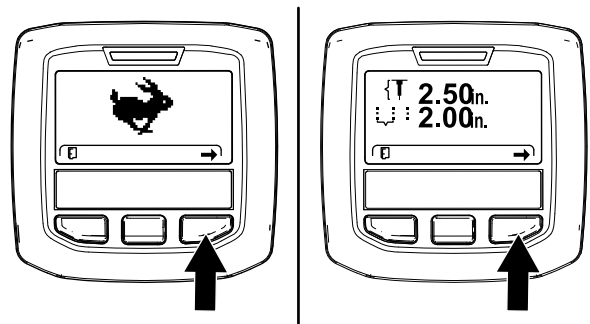

図 65
**注** 移動走行モード画面またはエアレーションモード画面が表示される **図 65**。